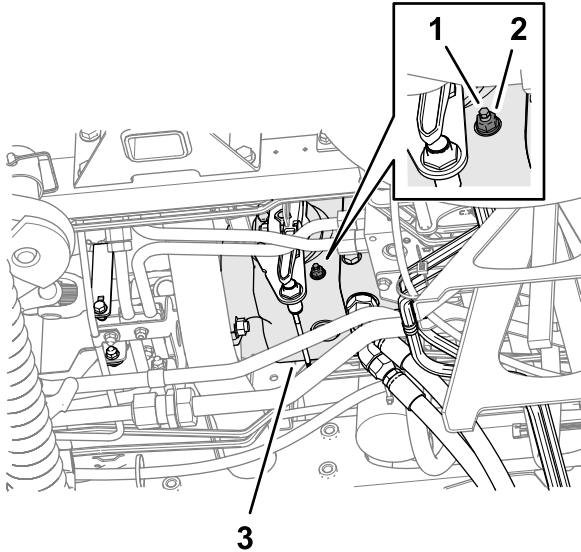

Figura 100
- A partir do fundo da máquina e do lado direito da bomba de tração, solte a porca de bloqueio que fixa o parafuso de ajuste de retorno de ponto morto (Figura 100).